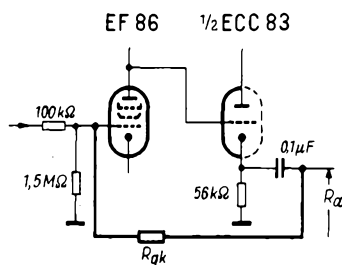

Bild 2. Anordnung einer Gegenkopplung bei der Schaltung nach Bild 2
4. Falls eine kleinere Verstärkung genügt, dann kann vom Ausgang des Katodenverstärkers zum Gitter der Pentode eine Gegenkopplung geführt werden, die den Ausgangswiderstand weiter herabsetzt und das Röhrenrauschen vermindert. In Bild 2 ist diese Gegenkopplungs-Schaltung gezeigt. Mit einem Gegenkopplungswiderstand R_{gk} von 10 M Ω fällt die Gesamtverstärkung auf 65 und der Ausgangswiderstand verringert sich auf 300 Ω . Bei $R_{gk} = 3,3$ M Ω ergibt sich eine Gesamtverstärkung von 30, dabei ist R_i etwa 100 Ω .